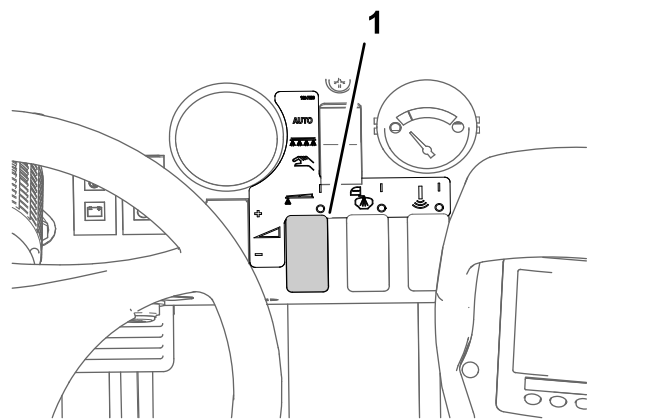

Рисунок 39
8. С помощью переключателя нормы внесения установите необходимое давление, как описано в руководстве по выбору сопел, поставляемому вместе с опрыскивателем (Рисунок 39).